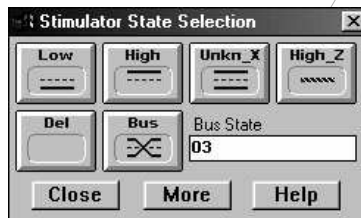

Figura E3.10: Panel de selección de estado de una señal para la simulación interactiva.
3. **Selección directa** de estado en el instante actual. Orientado a una simulación interactiva, permite poner una señal en un estado lógico. Para ello seleccionamos la señal de la que queremos cambiar el estado y a continuación presionamos , con lo que abriremos el panel de selección de estado (figura E3.10). En este panel seleccionamos el valor lógico deseado (en caso de un bus teclearemos el valor en hexadecimal y pulsaremos el botón ). Tras asignar un valor el indicativo @ aparece junto a la señal.